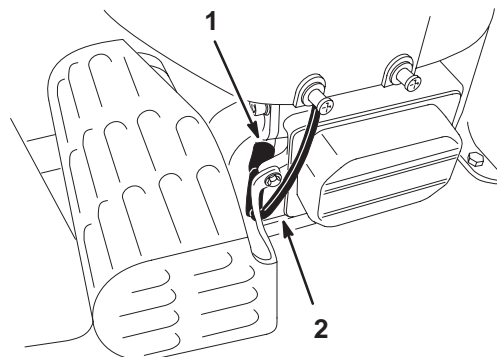

Figure 25
- Débranchez le fil de la bougie (Fig. 25). Nettoyez la surface autour de la bougie pour éviter que des impuretés n'endommagent le moteur en tombant à l'intérieur.
3. Reconnectez le fil à la bougie (Fig. 25).